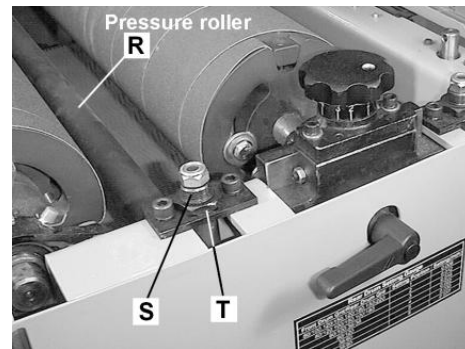

Fig 12
Lösen Sie die Sechskantmutter (T, Fig. 12) Durch Absenken der Stellschraube (S) erhöht sich der Rollendruck.